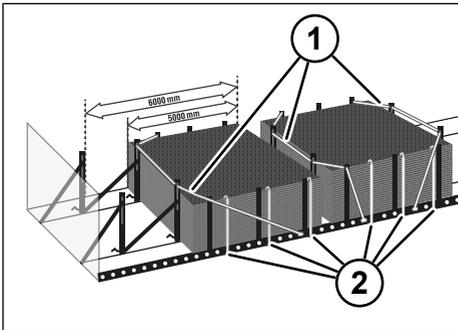

Fig. 8-56: Fissaggio in basso delle reti elettrosaldate
- ▶ Se un pacchetto di reti elettrosaldate viene caricato solo in posizione anteriore, tendere anche i montanti posteriori. Fare attenzione che le cinghie fermacarico si trovino sopra gli angoli. Utilizzare i paraspigoli (vedere "Fig. 8-56: Fissaggio in basso delle reti elettrosaldate", p. 167).